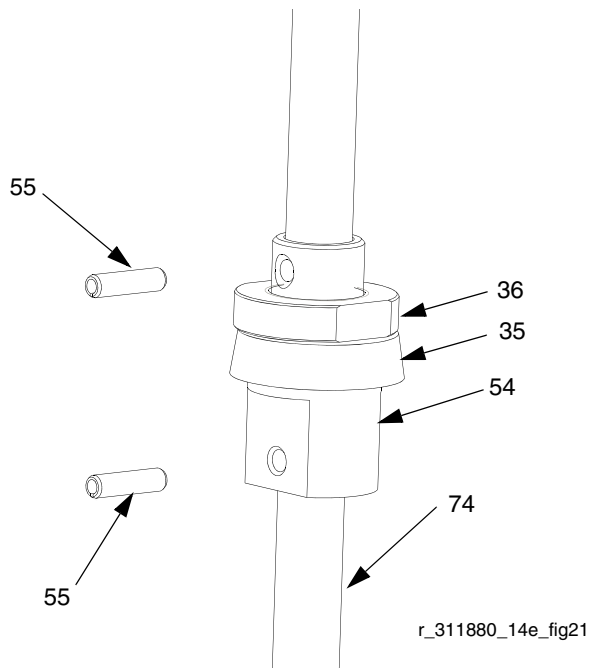

Рис.20
- 9 Снять пружинный штифт (55). См. Рис.20.